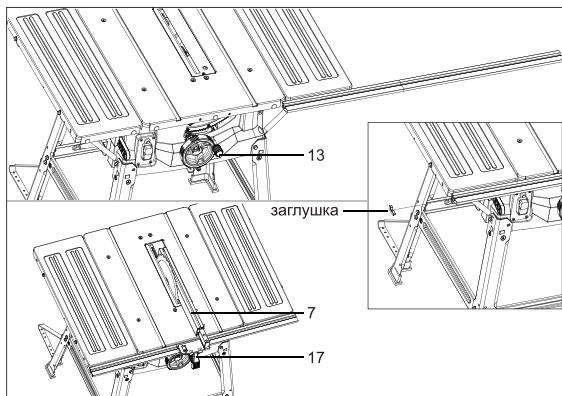

Рис. 8
12. Двигая параллельный упор вместе с направляющей, уприте его в плоскость диска справа. Проверьте, что плоскость упора параллельна боковой поверхности пильного диска. Затяните крепежные винты направляющей в данном положении. Закройте оба торца направляющей заглушками (рис.8).